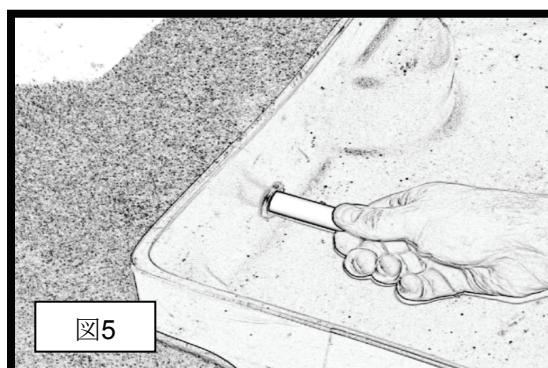

図5
4) すべてのグロメットをはめ込んだら、テフロンチューブを最初のグロメットに通すことができます。チューブの外径をグロメットの内径に整合させます（図5参照）。チューブをグロメットの中にしっかりと入れて、手を離してもチューブが固定されていることを確認します。